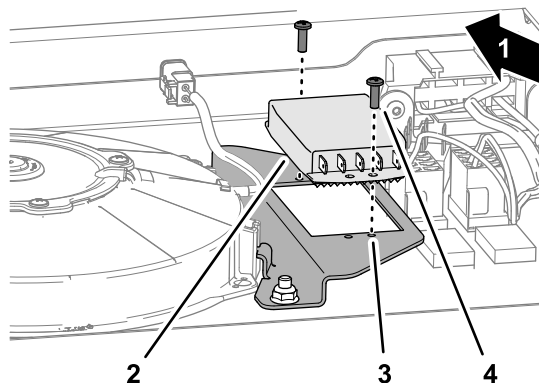

Figure 6
- Fixe le contrôleur du ventilateur à la bride du support long (Figure 6) à l'aide de 2 vis autotaraudeuses (n° 8 x 3/8").
- Placez le contrôleur devant la bride du support long du ventilateur en orientant les bornes électriques vers l'arrière de la machine (Figure 6).